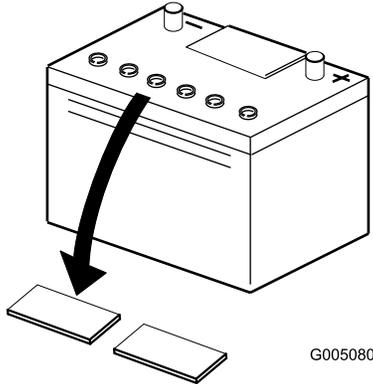

図 3
2. バッテリーの上部をきれいに拭い、キャップを取り外す 図 3。